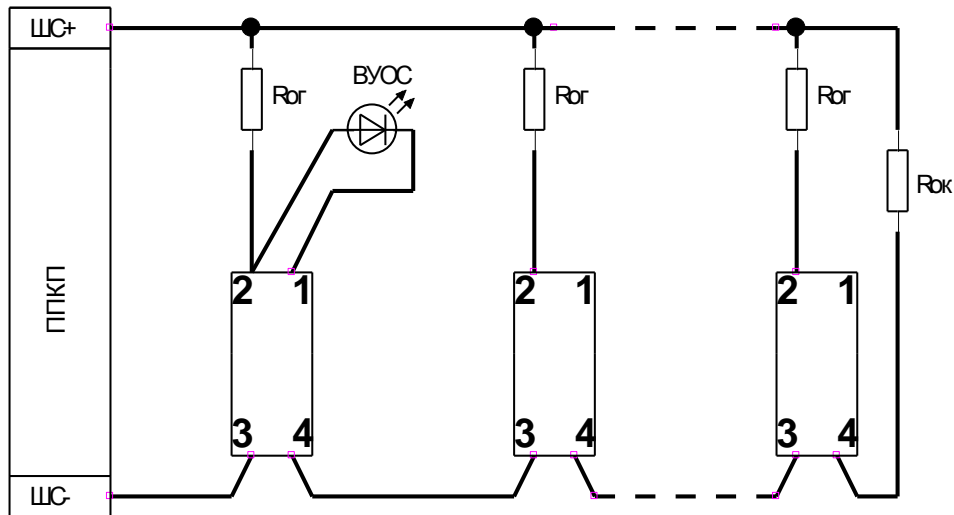

Рис. 4. Схема подключения извещателей двухпроводным шлейфом с напряжением питания 24 В к приемно-контрольному прибору.
5.5 Схема подключения извещателей в двухпроводный шлейф пожарной сигнализации приведена на рис. 4.